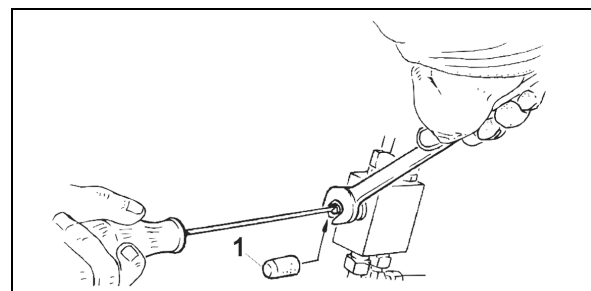

Рис. 70
1. Снимите защитный кожух (Рис. 70/1).
4. После проведенной регулировки, зафиксируйте клапан при помощи контргайки и установите защитный кожух (Рис. 70/1).